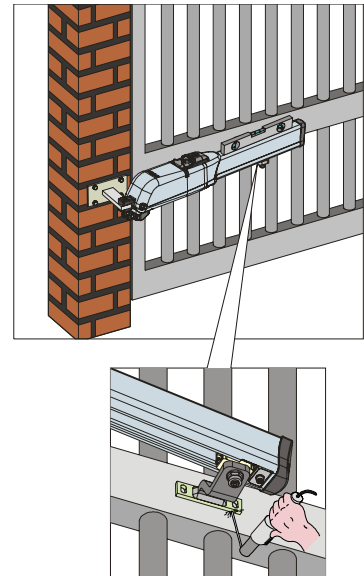

Fig. 13
- 6) Fermer le vantail et, en maintenant l'opérateur parfaitement horizontal, déterminer le point de fixation de la patte antérieure (Fig.13).
7) Fixer provisoirement la patte antérieure avec deux points de soudure (Fig.13).